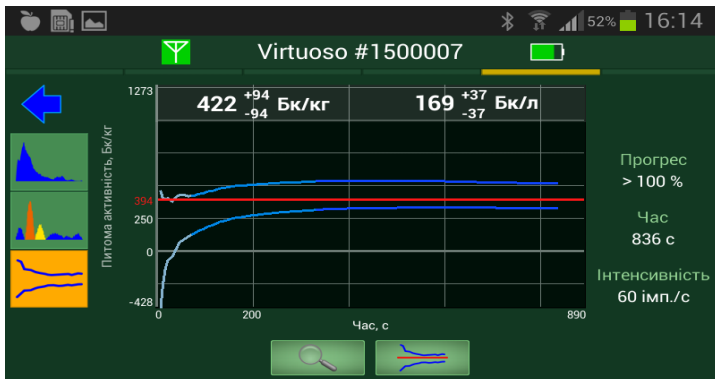

Рисунок 2.16 – Оцінка ширини смуги тренду
2.5 Крім форми та спрямованості смуги, іншою важливою ознакою є ширина смуги, оскільки ширина відображає похибку вимірювання. Зважаючи на точність, яку ви бажаєте досягти, дочекайтесь, доки смуга звужиться до прийнятної ширини. Для оцінки ширини смуги можна водночас з графічним зображенням спостерігати цифрові значення максимальної і мінімальної питомої активності на поточний момент вимірювання. Наприклад (рисунок 2.16), якщо ви бачите поточне цифрове значення  $422^{+94}_{-94}$  Бк/кг, то це означає, що правий кінець нижньої границі смуги знаходиться на рівні  $422-94=328$  Бк/кг, а правий кінець верхньої границі смуги знаходиться на рівні  $422+94=516$  Бк/кг.